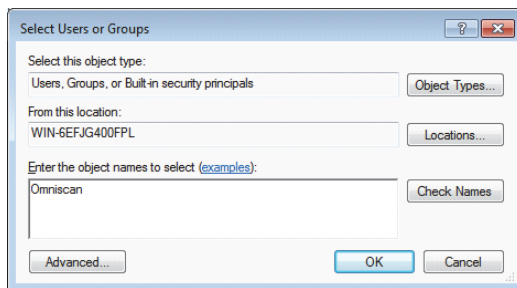

Figura 7-32 La finestra di dialogo Selezione Utenti o Gruppi (Windows 7)
11. Nella finestra di dialogo **Selezione Utenti o Gruppi** (Select Users or Groups), cliccare sul pulsante **Percorsi** (Locations) [vedere Figura 7-32 a pagina 247].
13. Nel campo **Immettere i nomi degli oggetti da selezionare** (Enter the object names to select) della finestra di dialogo **Selezione Utenti o Gruppi**, inserire **Omniscan** (vedere Figura 7-32 a pagina 247), ed in seguito cliccare **OK**.